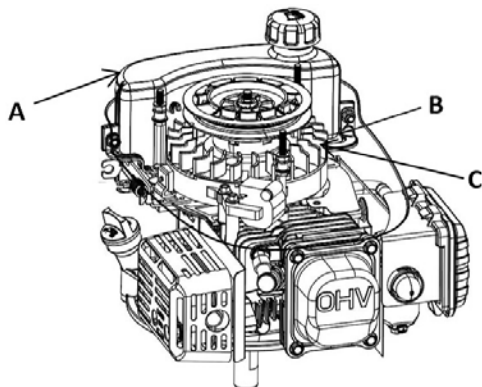

Fig. 12
4. Deplasati manerul de comanda al starterului (localizat la echipament) pentru a elibera frana volantului si verificati sa existe o toleranta intre bratul regulatorului si tija de retur a clapetei atunci cand aceasta tija se afla in pozitia rapida (sau inalta). Verificati sa existe si o toleranta de 2 mm intre opritor si consola cablului de frana. (vezi Fig. 12).